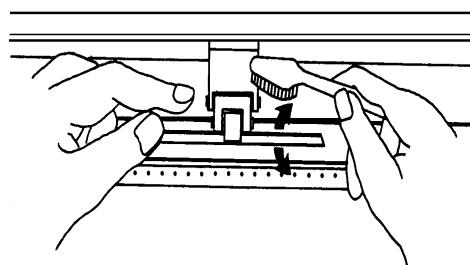

Рис. 6-1
3. Жесткой щеткой (можно зубной) очистить поверхность барабана от пыли. В процессе очистки проворачивать барабан вручную. См. рис. 6-1.